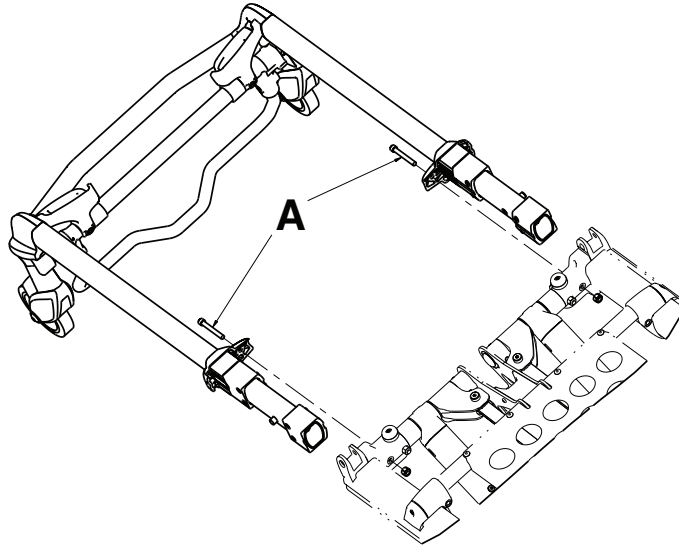

Figure 3 – Section tête
2. À l'aide d'une clé mixte de 7/16 po et d'une clé à 6 pans de 3/16 po, retirer les deux vis (A) qui fixent les roulements à chapeau au support d'interface du plan de couchage du châssis (une de chaque côté) (Figure 3). Conserver les vis.